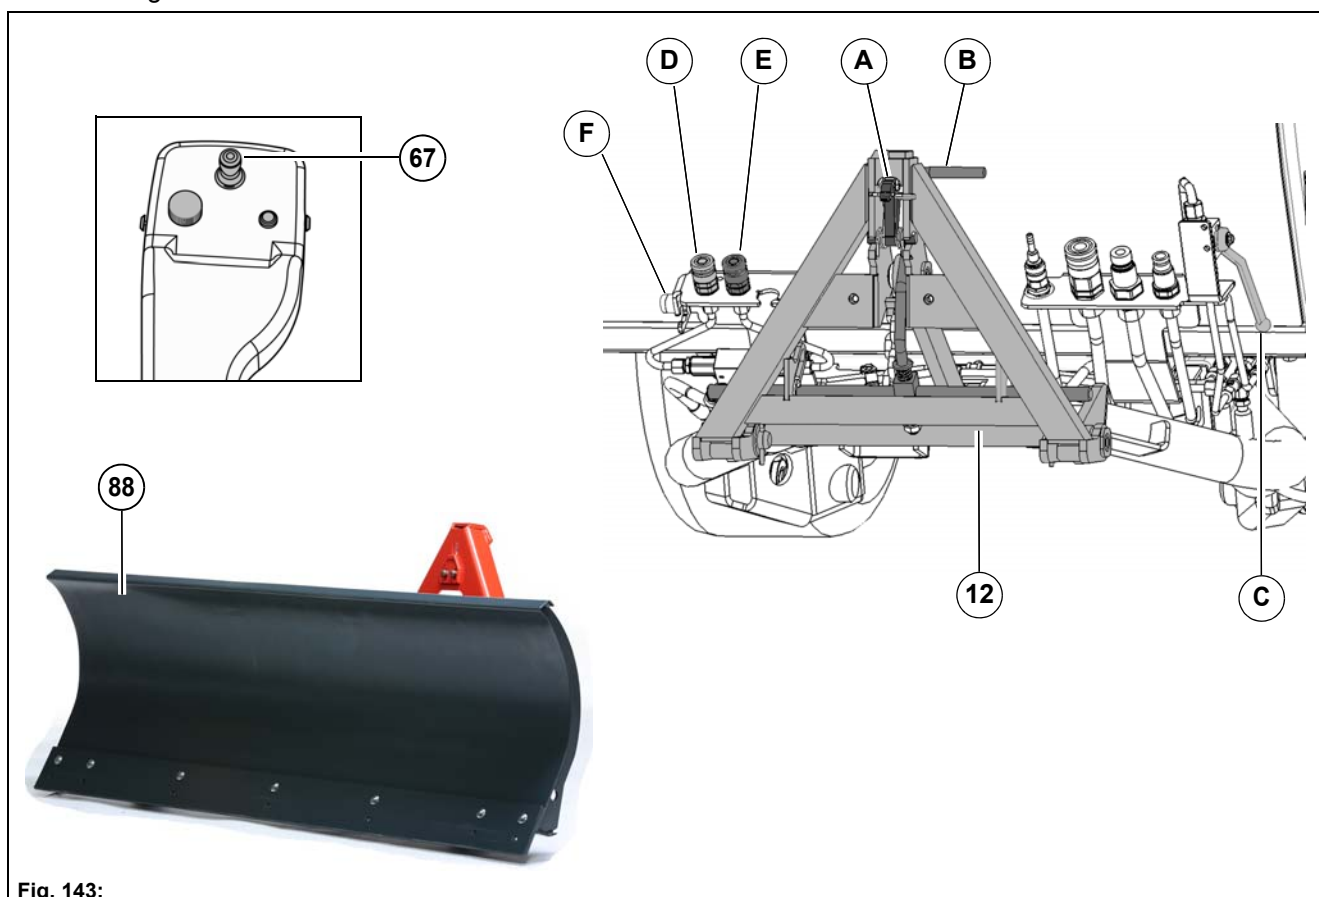

Fig. 143:
2. Déverrouiller le crochet de fixation **Fig. 143-A** et la barre de fixation **Fig. 143-B** sur le porte-outils avant **Fig. 143-12**.
6. Fermer la soupape **Fig. 143-C** pour le système de levage de l'orifice d'aspiration.
- Pivotement lame à neige, arrivée = **Fig. 143-D**
- Pivotement lame à neige, retour = **Fig. 143-E**